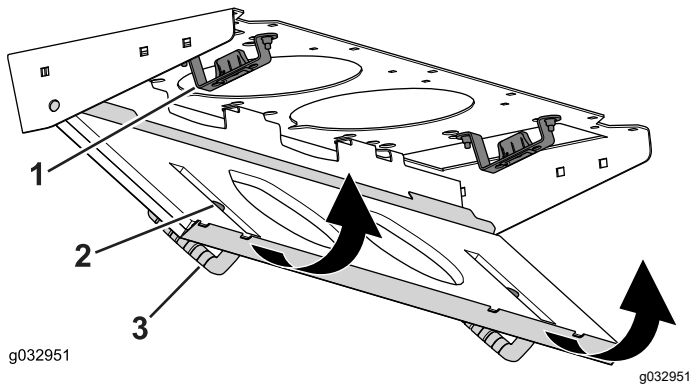

Bild 149
4. Drehen Sie den Filterschirm um die Laschen, bis der Riegel in die Riegelhalterung (Bild 149) einrastet.